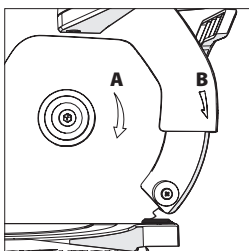

Fig. 6
**WAARSCHUWING:** Om het risico op letsel te verminderen, moet u altijd de zaag loskoppelen voor u onderdelen van het apparaat verandert of vervangt. Vergelijk de richting van de draaipijl op de beveiliging met de draaipijl op de zaag. De zaagtanden moeten altijd naar beneden wijzen aan de voorkant van de zaag. Controleer de beklemming van de asschroef. (Fig.6).